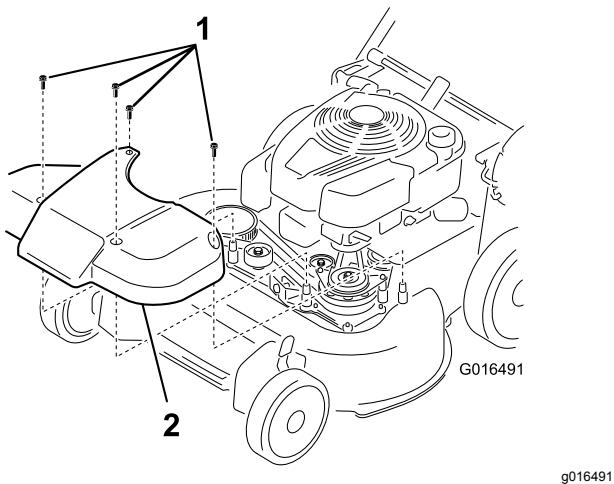

Figura 38
1. Remoção da cobertura do sistema de transmissão da lâmina (Figura 38).